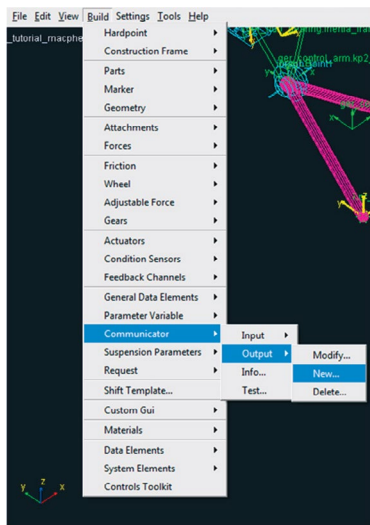

Figura 4.79 – Criando um Communicator do tipo Output.
- Para criação do primeiro *Communicator* do tipo *output*, acesse o menu *Build* → *Communicator* → *Output* → *New* (Figura 4.79). Esse *communicator* fará a comunicação entre o *General Part* “*hub_bearing*” (cubo de roda) e o subsistema Roda.